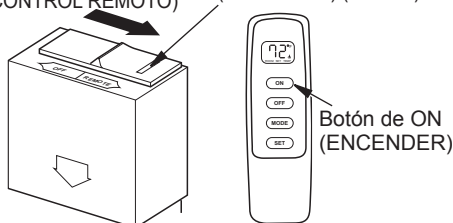

Figura 9. Configuración del receptor y del control remoto
1. Coloque el interruptor de selección del receptor en la posición remota (consulte la figura 9).
2. Presione el botón de ON (ENCENDER) del control remoto portátil. Deberá escuchar un pitido. Si no lo escucha, utilice objeto no filoso para empujar el botón de LEARN (APRENDER) del receptor (consulte la figura 9). Presione el botón de ON (ENCENDER) del control remoto nuevamente. Puede escuchar una serie de pitidos.